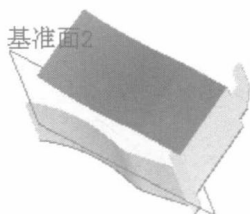
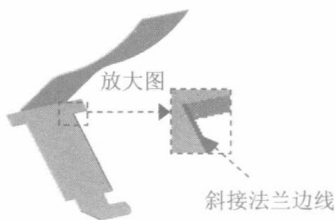
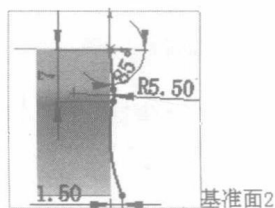

图 1.13 斜接法兰 2
图 1.14 斜接法兰边线
图 1.15 横断面草图 4
Step5. 创建图 1.13 所示的钣金特征——斜接法兰 2。选择下拉菜单 **插入(I)** **钣金(B)** **斜接法兰(M)...** 命令(或单击“钣金”工具栏上的“斜接法兰”按钮 ); 选取图 1.14 所示的边线为斜接法兰边线; 在草绘环境中绘制图 1.15 所示的横断面草图, 选择下拉菜单 **插入(I)** **退出草图** 命令, 退出草绘环境, 此时系统弹出“斜接法兰”对话框; 在 **法兰位置(L):** 区域中, 单击“折弯在外”按钮 , 定义法兰位置; 其他采用默认设置值; 单击  按钮, 完成斜接法兰 2 的创作。